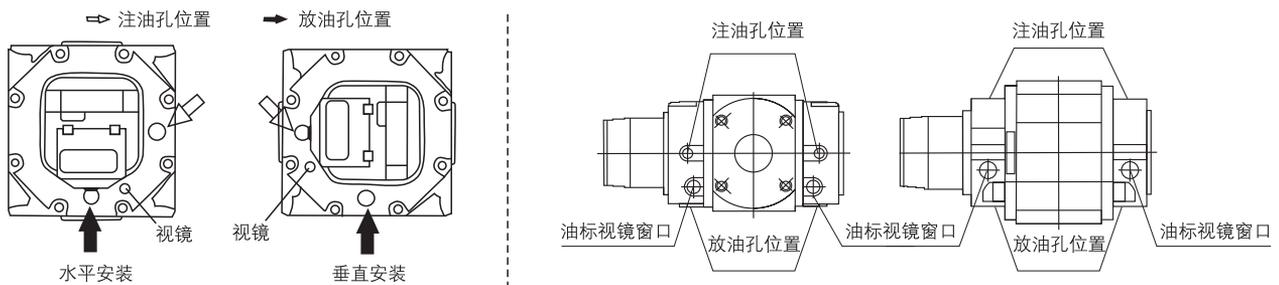

图3 注(放)油孔位置
- (1) 应在流量计运行前加油；
- (2) RM系列罗茨流量计仅有一个油腔加油(双腰轮流量计除外)；LLQ系列罗茨流量计有前后两个油腔分别加油；
- (3) 注油孔位于流量计侧上方，放油孔位于流量计下方，如图3所示(垂直安装、水平安装都如此)；
- (4) 拧松并取下上方的注油螺钉，注意不要丢掉“O”形圈；
- (5) 用盛有润滑油的尖口嘴瓶向注油孔内加油，使油位达到油标视镜中心，加油量参见表1、表2。